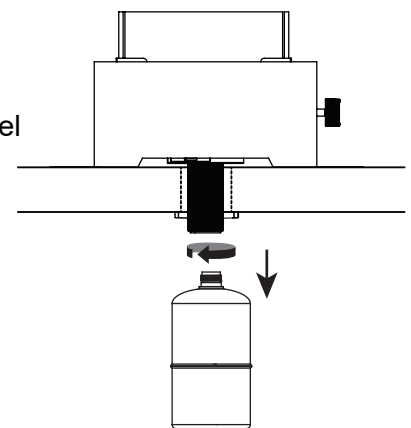

Figura 8
- (1). Gire la perilla de control a la posición "OFF" (apagado).
- (2). Gire el cilindro de propano en dirección contraria a las manecillas del reloj hasta que se suelte (consulte la Figura 8).
- (3). Retire el cilindro de propano.
- (4). Almacene el cilindro de propano en un lugar adecuado.
- (5). Coloque la cubierta protectora en el cilindro de propano y almacénelo en el exterior, en un área bien ventilada, alejado de la luz solar directa.